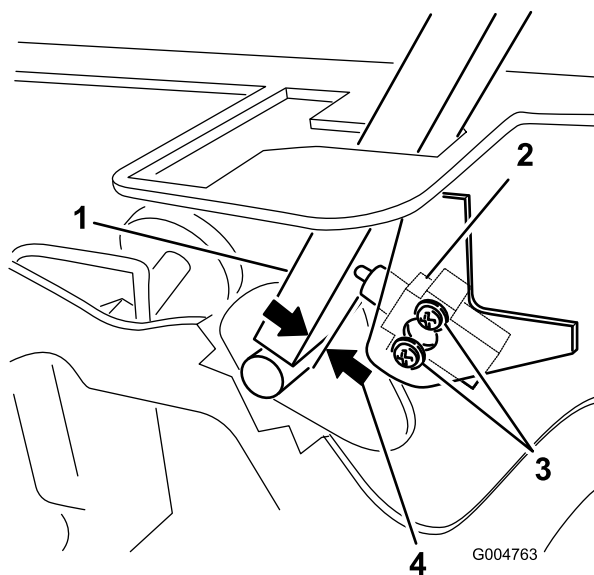

Figure 61
3. Desserrez les 2 vis de fixation du contacteur de sécurité (Figure 61).
4. Maintenez le levier de commande contre le châssis et rapprochez le contacteur du levier jusqu'à ce qu'ils soient espacés de 0,4 à 1 mm (Figure 61).